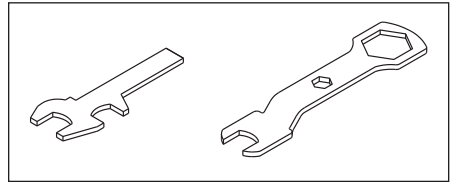

Figura 3
2. Utilice las llaves suministradas para aflojar la contratuerca de la unidad (Vea la Figura 3).